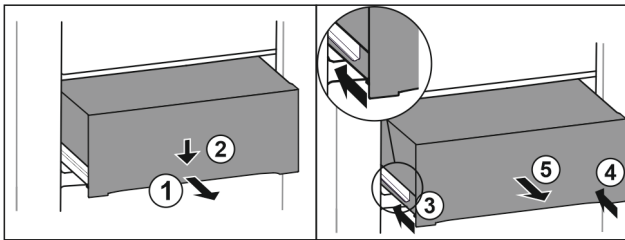

Fig. 97
- ▶ Schubfach halb herausziehen. Fig. 97 (1)
- ▶ Schubfach an der Vorderseite nach unten drücken. Fig. 97 (2)
- ▶ Linke Schiene etwa 2 cm einschieben. Fig. 97 (3)
- ▶ Rechte Schiene etwa 2 cm einschieben. Fig. 97 (4)
- ▶ Schubfach nach vorne entnehmen. Fig. 97 (5)